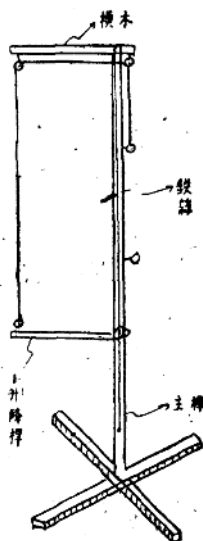

图 8
6. 活动量距托尺架：根据量距的要求，在每尺段中間加1~2个托尺桩，为了晚上操作便利起见，特制活动托尺架，如图8所示。